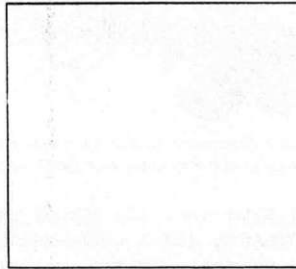

Рис.11.Вентиль спускной:
4.7.5. Вентиль спускной (рис.11) устанавливается в воздушном баллоне прицепа и предназначен для слива конденсата из баллона. Для слива конденсата нажмите на шток 3. При отпускании спускной вентиль автоматически герметизируется.